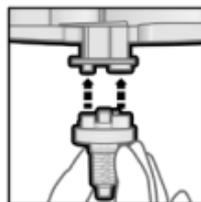

Fig. 2
3. Coloque una de las puntas de mezclador Dynamix adjuntas sobre los orificios de salida del cartucho. (Fig. 2)